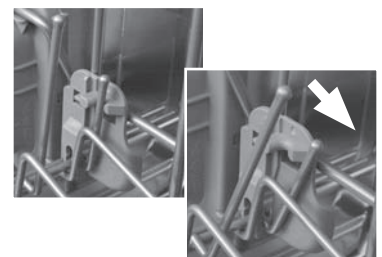

Figure 4
2. Saisir le panier supérieur au-dessus des poignées de panier à hauteur réglable et tirer vers le haut, figure 4, jusqu'à ce que les poignées se verrouillent en position (il n'est pas nécessaire de presser sur les poignées pour lever le panier).